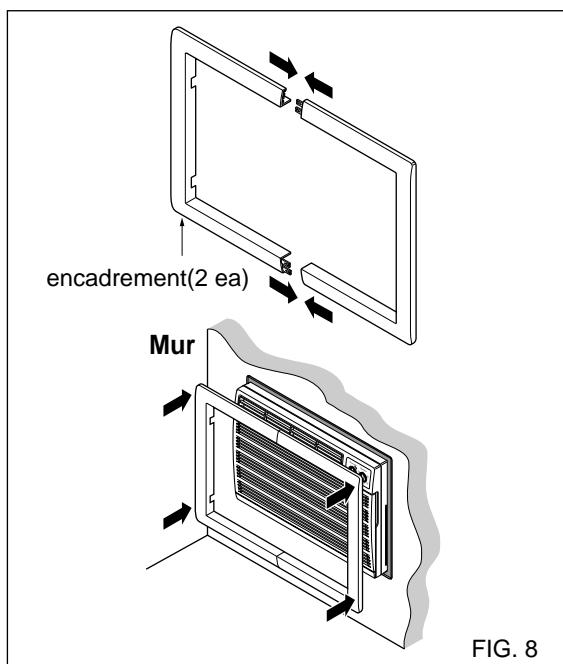

FIG. 8
- 6** Pour assembler l'encadrement, insérez le crochet de chaque partie dans l'embout de l'autre partie, comme indiqué ci-dessous. Encastrez l'encadrement autour de la partie avant du caisson, comme le montre Fig 8